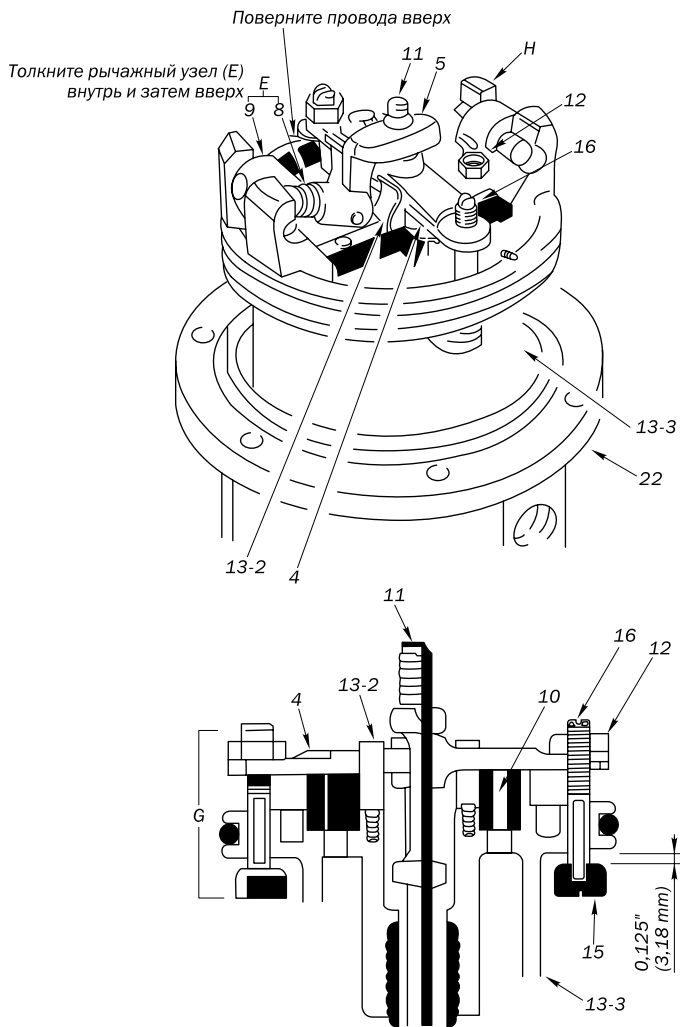

Рис. 9.1.3.
12. Захватите упрый ролик 9 плоскогубцами, сожмите пружину 8 и снимите рычажный узел «Е», качнув его вверх и в сторону от упорных выступов поршня «Н» (см. рис. 9.1.3). Траверса клапанного механизма 4 удерживается только пружинными фиксаторами 13-2.